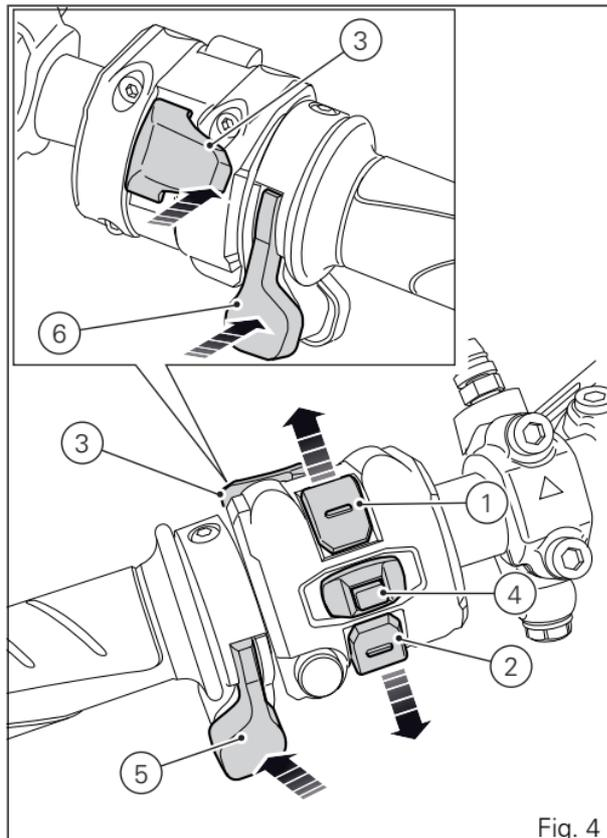

Fig. 4
5) "UP" QUICK SELECTION BUTTON (5, Fig. 4)
6) "DOWN" QUICK SELECTION BUTTON (6, Fig. 4)